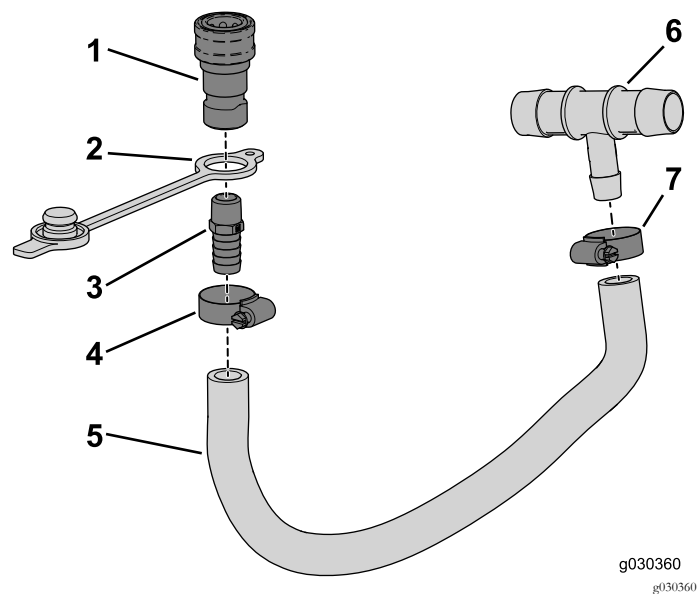

Figure 17
2. Placez le bouchon anti-poussière sur l'extrémité fileté du raccord droit, comme montré à la Figure 17.
3. Vissez le raccord droit sur le raccord femelle (Figure 17).
6. Insérez l'extrémité cannelée du raccord en droit dans le flexible et fixez-le avec le collier, comme montré à la Figure 17.
7. Insérez l'extrémité cannelée du raccord en T dans le flexible et fixez-le avec le collier, comme montré à la Figure 17.
1. Retirez les obturateurs qui protègent les trous dans le tube de support (Figure 17).